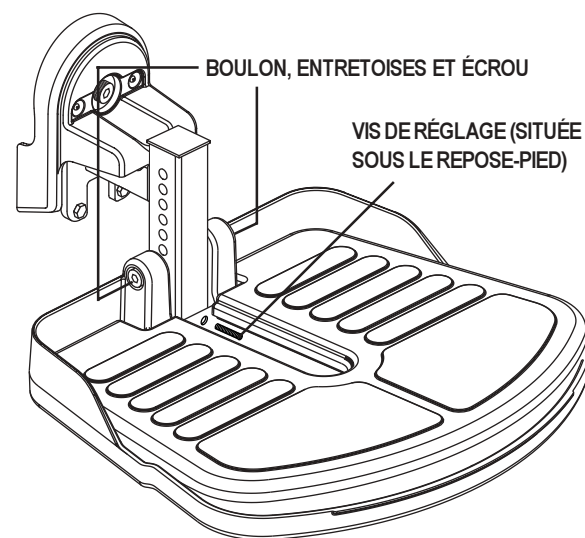

Figure 13. Hauteur et angle de repose-pied
1. Enlevez le boulon, les entretoises et l'écrou du repose-pied à l'aide d'une clé hexagonale. Voir la figure 13.
Vous pouvez régler l'inclinaison du repose-pied à l'aide d'une clé hexagonale. Voir la figure 13.